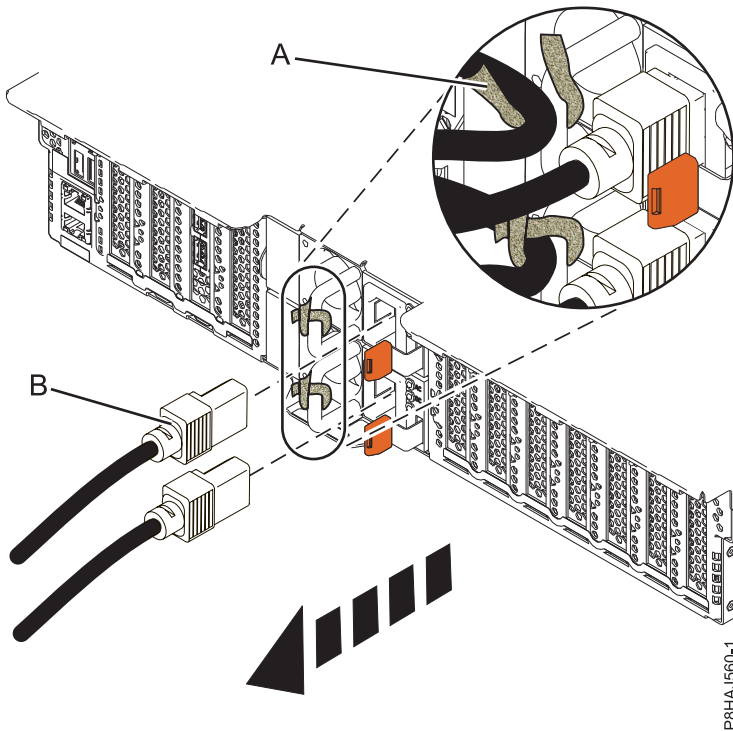
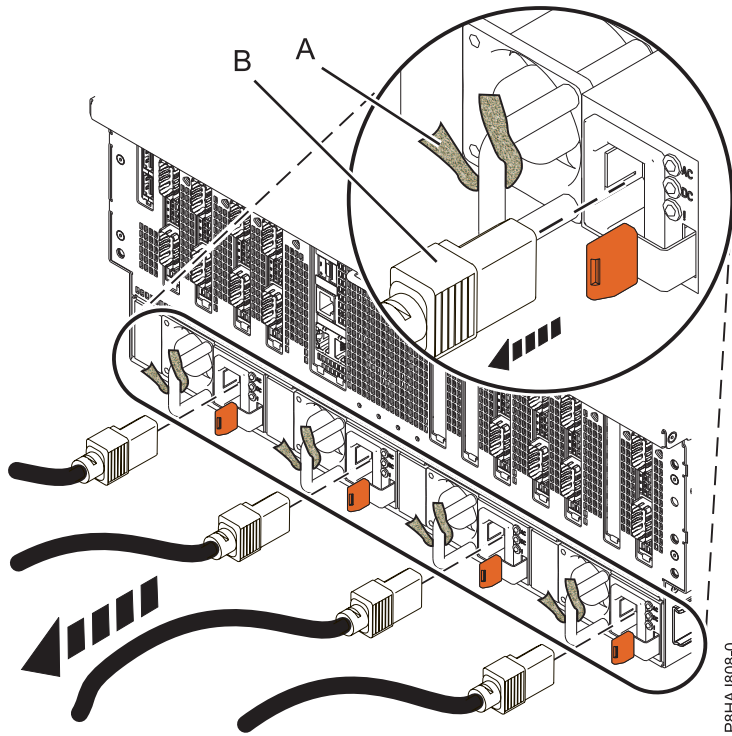

Figure 43. Retrait des cordons d'alimentation d'un système 5148-21L, 5148-22L, 8247-21L, 8247-22L, 8284-21A ou 8284-22A
Figure 44. Retrait des cordons d'alimentation d'un système 8408-44E ou 8408-E8E
3. Débranchez les cordons d'alimentation (**B**) de l'unité centrale. Voir les figures figure 42, à la page 58, figure 43, à la page 58 ou figure 44, à la page 59 selon le type de votre système.